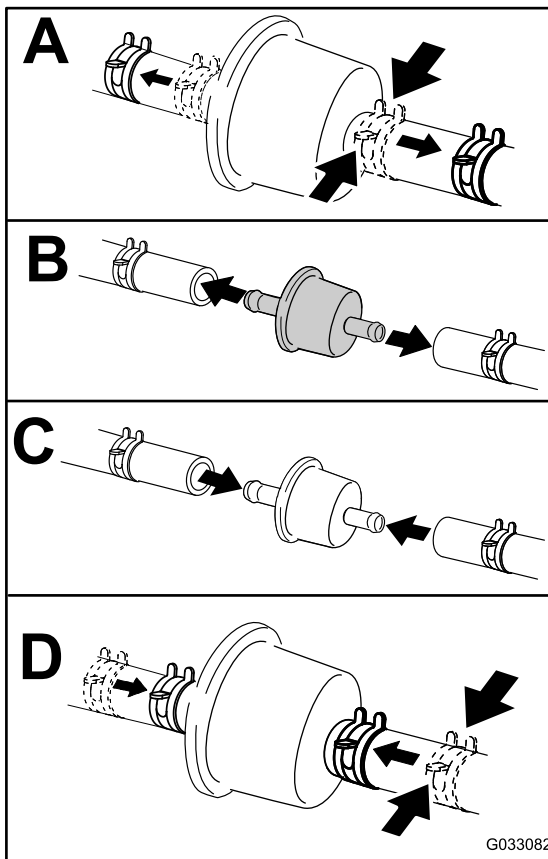

Figure 63
- Fermez le robinet d'arrivée de carburant sous le siège (Figure 63).